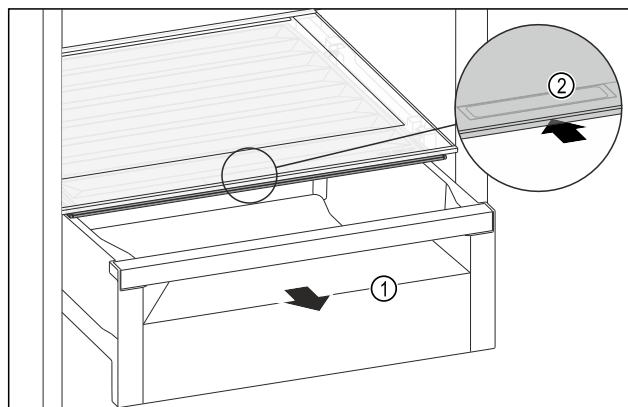

Fig. 201
- Schubfach Fig. 201 (1) herausziehen.
- Griffmulde Fig. 201 (2) am Fachdeckel anfassen und Fachdeckel gleichzeitig nach hinten schieben.